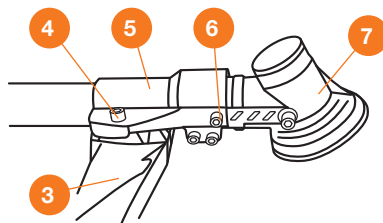

Рис. 7
- Открутите винт 6 на редукторе 7, установите площадку 5 на редуктор и закрепите винтом 6. Совместите крепежные пазы площадки 5 и кожуха 3 - зафиксируйте винтом 4 (Рис. 7).